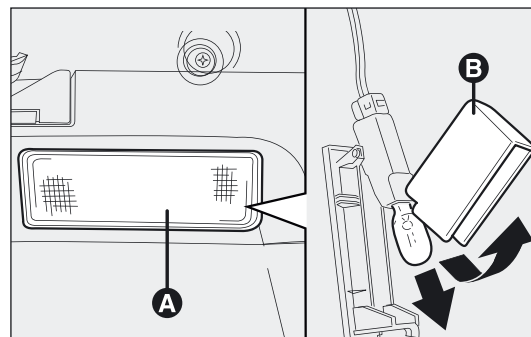

fig. 185
## BAGAGERUIMTEVERLICHTING fig. 185
- ☐ maak de lichtunit A-fig. 185 op het door de pijl aangegeven punt los;